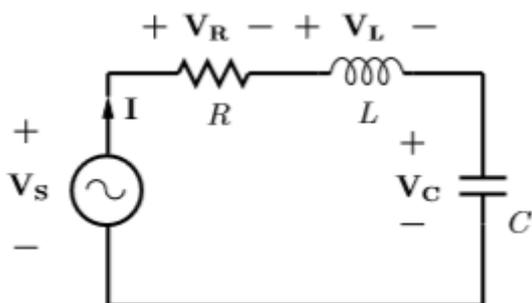

Рис. 11. Последовательная RLC цепь
1. Компоненты, не зависящие от смещения: рассмотрим цепь на рис. 11. Здесь для заданной частоты  $\omega$  импеданс для R, L и C может быть вычислен как R,  $j\omega L$  и  $-j/\omega C$ , и они не зависят ни от каких-либо смещений на постоянном токе, которые может иметь источник. В этом случае мы можем выполнить анализ на переменном токе непосредственно, то есть, без предварительного анализа на постоянном токе.